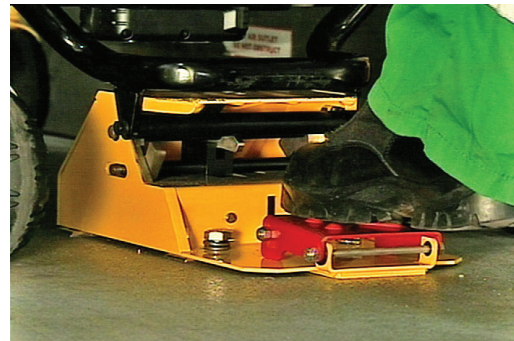

Abbildung 16 – Herausnehmen der Trage aus dem Fahrzeug
2. Die Trage aus der Befestigung nehmen und aus dem Patientenabteil des Fahrzeugs rollen (Abbildung 16).